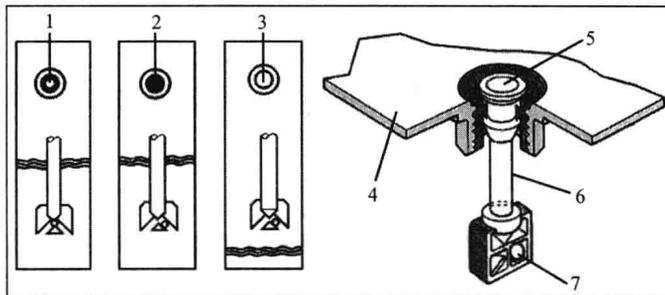

图 1-1 免维护电池电解液密度计
免维护蓄电池	① 使用中不需维护，可用 3~4 年不需补加蒸馏水，极桩腐蚀极少，自放电少。 ② 栅架材料采用铝钙合金，既提高了栅架的机械强度，又减少了蓄电池的耗水量和自放电。 ③ 采用了袋式微孔聚氯乙烯隔板，将正极板装在隔板袋内，既可避免正极板上的活性物质脱落，又能防止极板短路。因此壳体底部不需要凸起的肋条，降低了极板组的高度，增大了极板上方的容积，使电解液储量增多。 ④ 蓄电池内部安装有电解液密度计，可自动显示蓄电池的存电状态和电解液液面的高低。如果密度计的观察窗呈绿色，表明蓄电池存电充足，可正常使用；若显示深绿色或黑色，表明蓄电池存电不足，需补充充电；若显示浅黄色，表明蓄电池已接近报废，如图 1-1 所示。 ⑤ 采用了新型安全通气装置和气体收集器，在孔盖内部设置了一个氧化铝过滤器，可阻止水蒸气和硫酸气体通过，同时又可以使氢气和氧气顺利逸出。通气塞中装有催化剂钯，可促使氢、氧离子重新结合成水回到蓄电池中